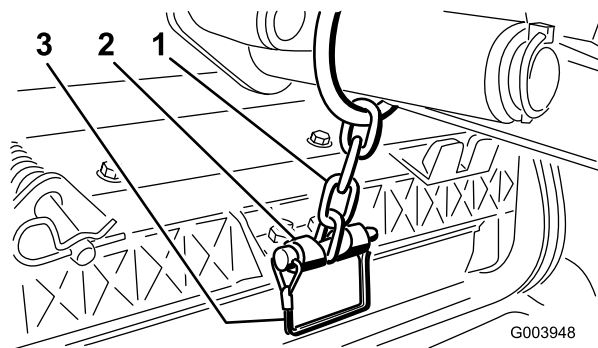

Figura 19
13. Prenda corrente do braço de elevação ao suporte da corrente com o pino de encaixe (Figura 19). Utilize o número de elos da corrente conforme descrito no *Manual do utilizador* da unidade de corte.